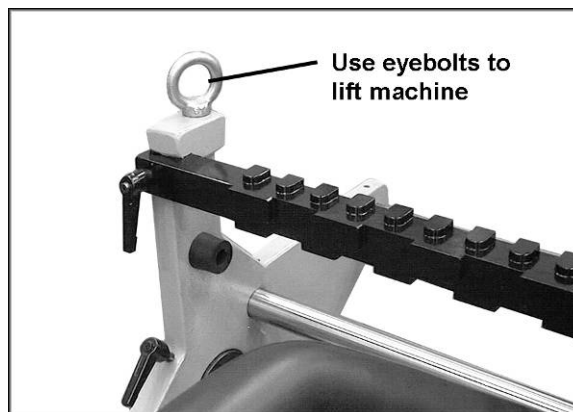

Рис. 2
2. Протяните подъемные ремни через проушины на станине (Рис. 2). При помощи подъемника или тали поднимите станок с паллеты и переместите в место установки. Устанавливайте станок в хорошо освещенном сухом помещении. Обеспечьте достаточно места для работы и технического обслуживания.
3. После установки станка рым-болт (Рис. 2) можно открутить.